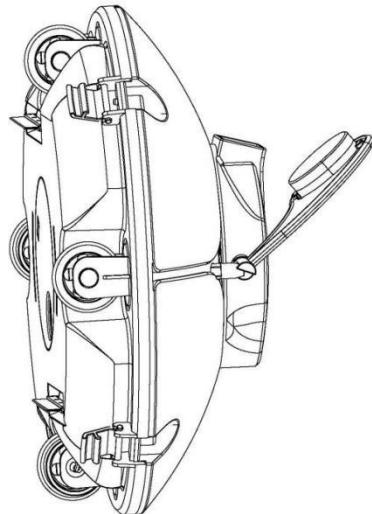

Figura 1
a. Al poner el robot en el agua, sosténgalo verticalmente en el agua (Figura 1), durante unos segundo, vacíándolo todo lo posible de las burbujas de aire, primero sumerja la máquina verticalmente en el agua y luego gire la máquina a 90° horizontalmente en el agua (Figura 2), para vaciar completamente el aire atrapado. Luego, toque la tecla para encenderlo y colóquelo correctamente sobre sus ruedas en la parte superior, utilizando el cable suministrado.